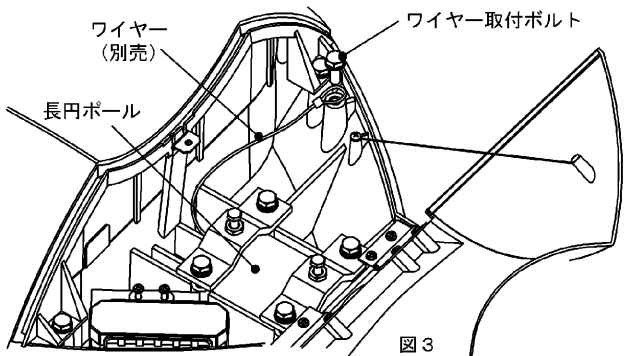

図3
- ③. 長円ボールに灯具を組み付けてください。（次ページの器具取付方法を参照）
- ④. ワイヤーの反対側リング部分をワイヤー取付ボルト（図3の箇所）にて取り付けてください。